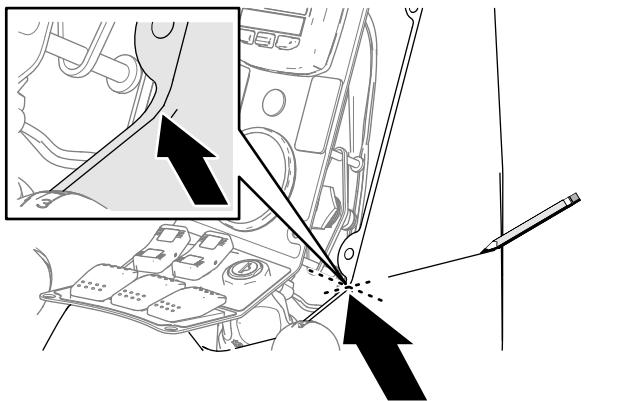

Figure 12
1. Tracez un trait horizontal sur le côté de la console de commande, comme montré à la Figure 12.